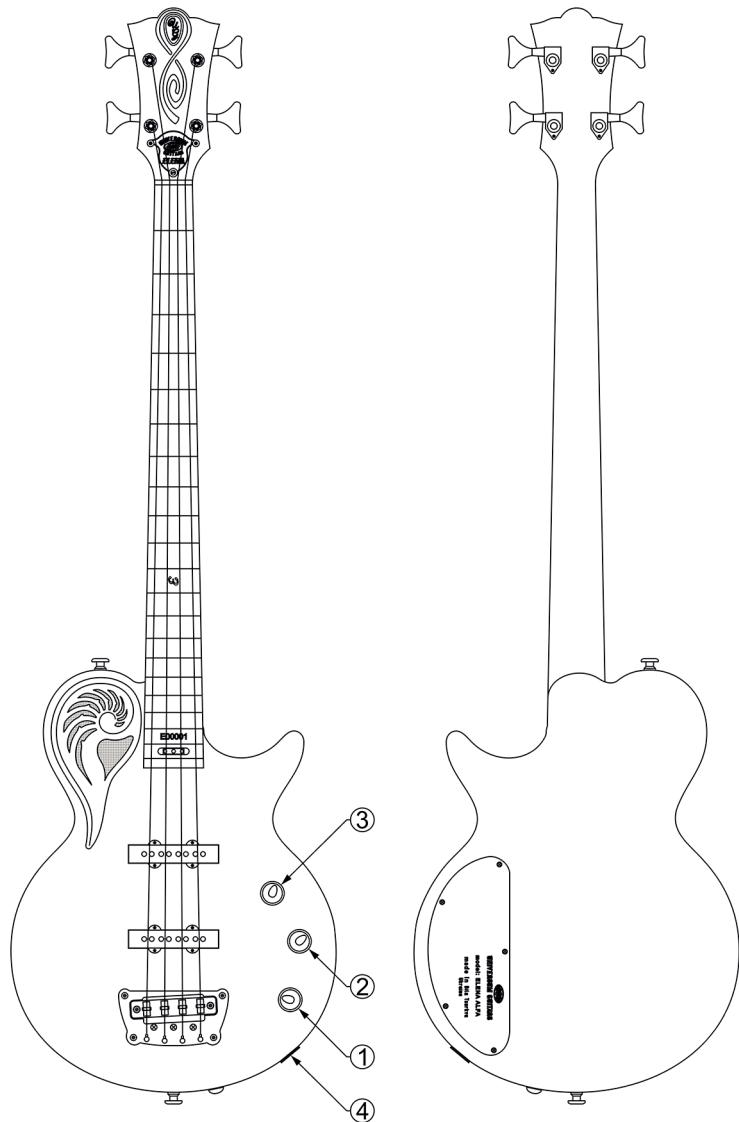

Bild 23
- Ausgangsbuchse - elektromagnetisch (Bild 23 Pos. 4).
- 1) Handgriff der Potentiometers für die Einstellung der Tonstufe (Bild 23 Pos. 1).